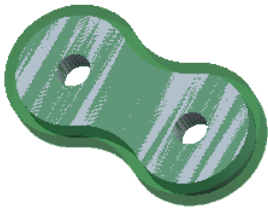

图 19.3.2 制造模型
Step1. 设置工作目录。选择下拉菜单 **文件**   **管理会话 (M)**  **选择工作目录 (C)**  **更改工作目录。** 命令，将工作目录设置至 D:\creo1\work\ch19\ch19.03\ch19.03.01。
Step2. 在工具栏中单击  按钮，从弹出的“文件打开”对话框中，选取三维零件模型——profiile_milling.mfg 作为制造零件模型，并将其打开。此时工作区中显示如图 19.3.2 所示的制造模型。